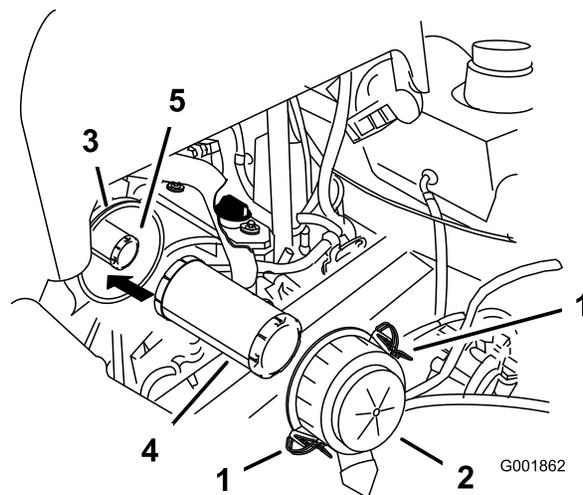

Bild 40
1. Reinigen Sie nicht den Papierfilter. Tauschen Sie ihn nach jeweils 200 Betriebsstunden aus (Bild 40).
2. Wenn Sie den Sicherheitsfilter austauschen, schieben Sie ihn vorsichtig in das Filtergehäuse ein (Bild 40).
3. Schieben Sie den Hauptfilter vorsichtig auf den Sicherheitsfilter (Bild 40). Stellen Sie sicher, dass dieser einwandfrei einliegt, indem Sie beim Einbauen auf den äußeren Rand des Filters drücken.
4. Bringen Sie die Luftfilterabdeckung mit der Seite an, auf der UP gestanzt ist, und rasten Sie die Riegel ein (Bild 40).